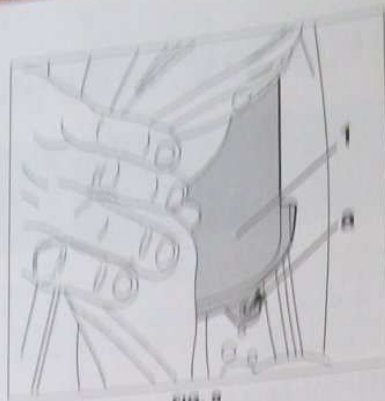

FIG. 9
- Percer la tête de rivet en la à l'aide d'un forêt de Ø 4,5 mm (fig. 9).
- Débrancher la partie supérieure et déposer l'airbag latéral (1).